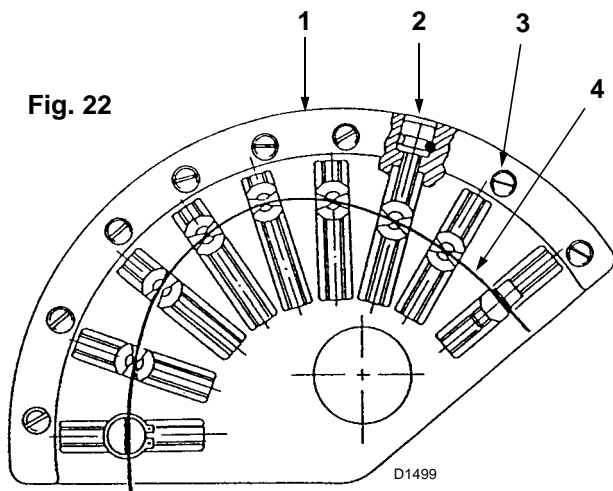

Fig. 22
Durante le operazioni di taratura del rapporto aria/combustibile per bruciatori a gas occorre agire sulle camme a profilo variabile dell'aria e del gas, Fig. 22.
Aumentare progressivamente la potenza, verificando di non superare la portata gas massima, portandosi a 130° del servomotore ed eventualmente procedendo ad un primo aggiustamento di massima della camma aria. A questo punto agire possibilmente sull'organo di regolazione della pressione in modo da ottenere la massima portata richiesta con la farfalla gas completamente aperta (90°), oppure agire sul profilo della camma gas mediante le viti (2) Fig. 22 e/o sulla valvola di regolazione della rampa gas.
Variare il profilo finale della camma aria agendo sulle viti (2) Fig. 22. Non agire su una sola vite ma anche su quelle vicine in modo che la curvatura della camma sia progressiva.